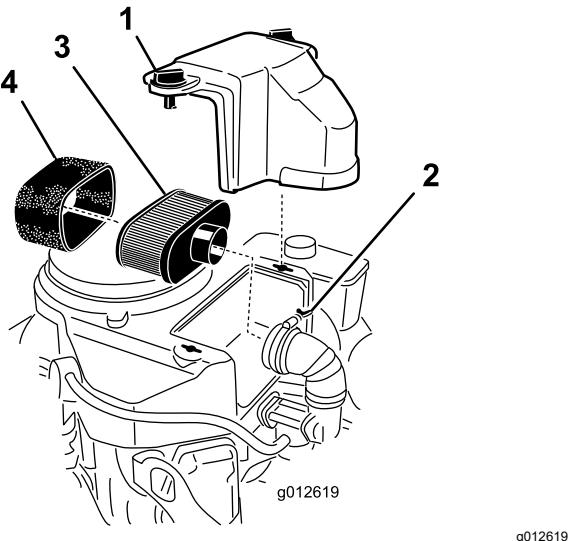

Figura 41
- Limpie alrededor del limpiador de aire de forma que la suciedad no penetre en el motor y cause daños (Figura 41).
- Afloje los pomos de la tapa y retire la tapa del limpiador de aire (Figura 41).
- Afloje la abrazadera y retire el conjunto del limpiador de aire (Figura 41).
- Retire cuidadosamente el filtro de gomaespuma del filtro de papel (Figura 41).
- Deslice cuidadosamente el elemento de espuma sobre el elemento de papel (Figura 41).
- Coloque el conjunto del limpiador de aire sobre la base o la manguera y sujetelo (Figura 41).
- Coloque en su posición la cubierta del limpiador de aire y apriete los pomos de la cubierta (Figura 41).
- Limpie el elemento de papel golpeándolo suavemente para eliminar el polvo. Si está muy sucio, cambie el elemento de papel (Figura 41).